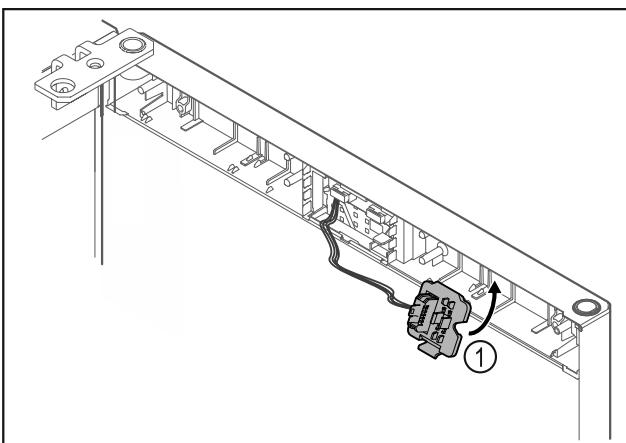

Fig. 18
- Зафіксувати кріплення штекера Fig. 18 (1) на протилежній стороні.